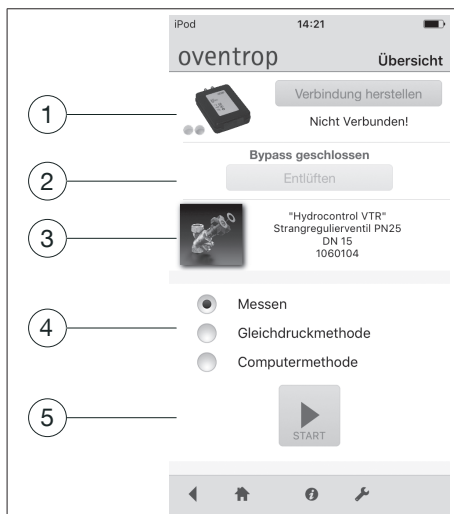

Fig. 4: *Vue d'ensemble*
- 10. Après avoir terminé la purge, sélectionner la méthode souhaitée (voir Fig. 4 en page 20).